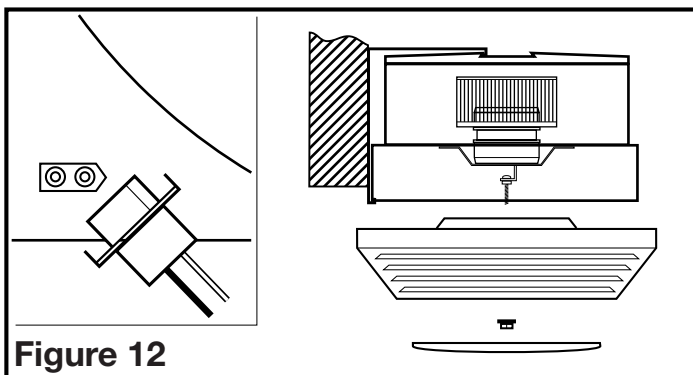

Figure 12
4. Après avoir fixé le boulon du réflecteur, soulevez le grille/réflecteur vers le haut, en place, et branchez le réflecteur au réceptacle approprié. Fixez l'assemblage au boulon du réflecteur en utilisant l'écrou borgne et la rondelle de freinage. Installez la lampe LED de 6 watts dans la douille en alignant les broches de la base de la lampe à la prise de la douille de lampe. Tournez le corps de la lampe dans le sens horaire jusqu'à ce que la lampe s'enclenche et est fermement en place dans la douille (**Figure 12**).